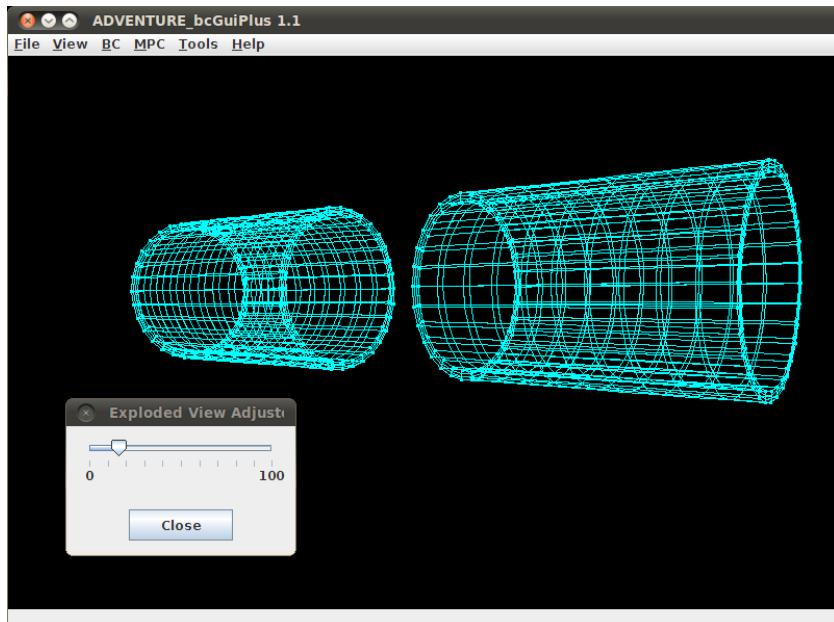

図 8.2-8 マルチボリューム六面体 2 次要素のサンプルの形状
8.2.8. マルチボリューム八面体 2 次要素(samples/makeelem3/z)\_multi\_hexa/ サンプルを BcGUIL で表示した画面を図 8.2-8 に示します
リンクルを BeGUIT で表示した画面を図 8.2-8 に示します。